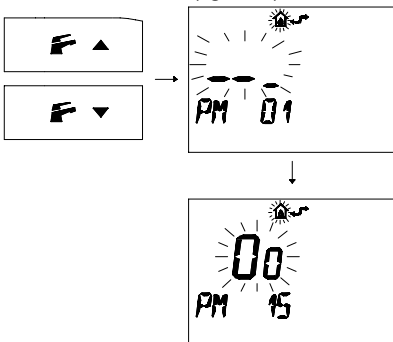

fig. 5.27
- 3 Premere i pulsanti ▲ o ▼ per visualizzare la programmazione "PM 15" abilitazione della sonda esterna (fig. 5.27)